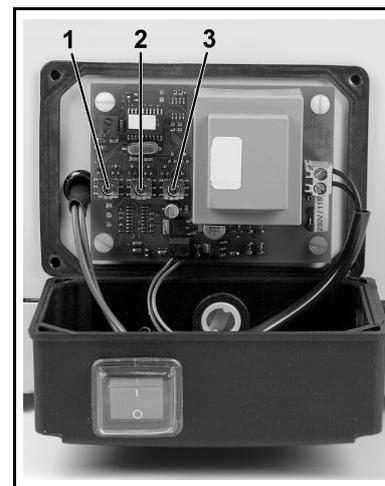

Fig. 4: Boîtier de commande du système de séchage (ouvert) avec les interrupteurs 1, 2, 3
3. Sur le boîtier de commande, desserrer l'écrou-raccord du presse-étoupe, puis avec un tournevis plat desserrer les quatre vis du boîtier de commande, incliner le couvercle vers l'avant et le déposer (voir fig. 4).
4. Régler les valeurs souhaitées sur les interrupteurs **1, 2, 3** (voir fig. 4). Référez-vous au tableau 5 pour des explications sur les interrupteurs ainsi que pour les valeurs réglables.